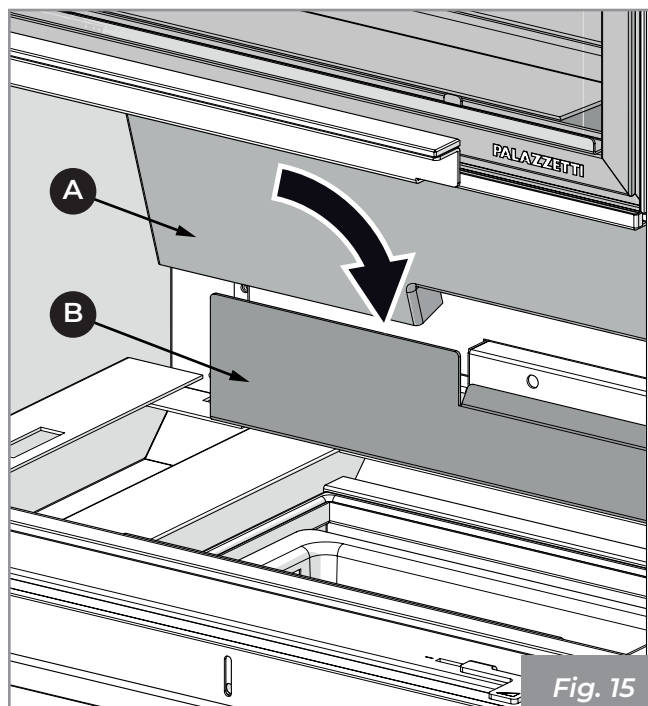

Fig. 15
- 1) Positionner le panneau arrière en réfractaire (A) derrière le support (B) et vérifier que les trous de sortie de la post-combustion soient centrés avec la fente située sur le panneau (Fig. 15).